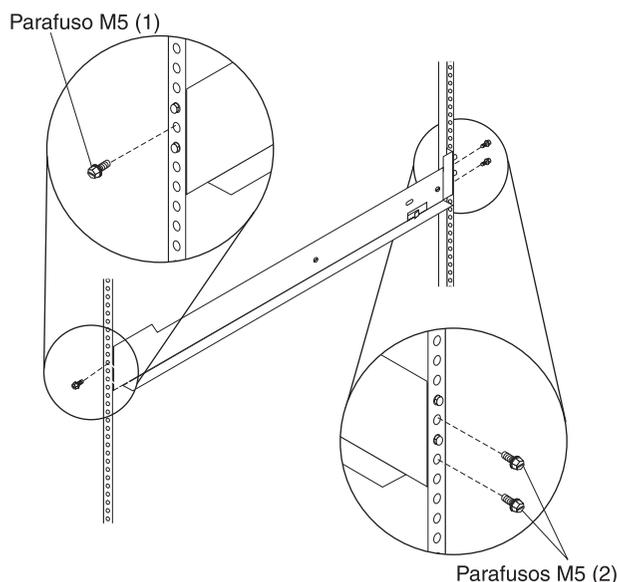

Figura 3. Prendendo os trilhos de suporte no rack
3. Pela frente do gabinete do rack, com os flanges de trilho de suporte posicionados dentro das montagens de trilho de suporte do gabinete do rack, aperte um parafuso M5 no segundo orifício pela parte superior do suporte do trilho com uma chave de fenda, como é mostrado em Figura 3.